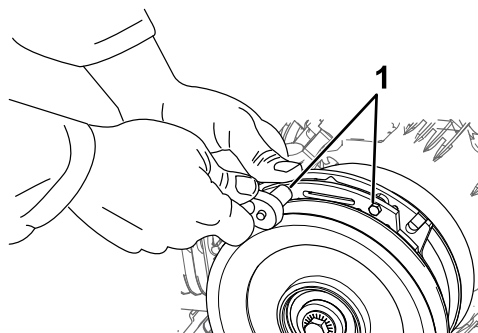

Figura 71
- A. Allentate entrambi i bulloni di montaggio del freno da 1/2 giro a un giro completo, come illustrato nella Figura 71.